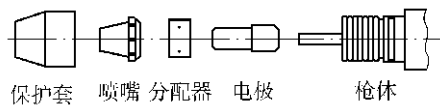

图 12-26 割炬零件安装顺序
a. 割炬零件的安装或更换,应按图 12-26 的顺序。保护套要拧紧,并检查喷嘴不应有松动,否则易损坏电极与枪体的接触处,并造成冷却水外溢,影响切割过程。